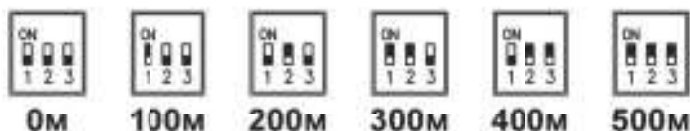

Рис.4 Выбор дальности переключателя дальности
1. Установите дальность, соответствующую длине линии в пределах 0 – 500 м, переключателем дальности, установленным на приёмнике. Выбор дальности показан на рис.4.